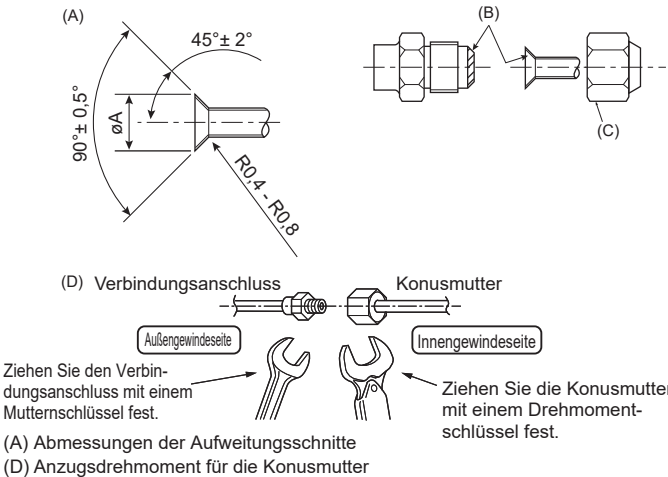

Abb. 4-1
(A) (Abb. 4-1)
(D) (Abb. 4-1)
4.2. Rohranschlüsse (Abb. 4-1)
- Vor dem Anziehen der Konusmutter eine dünne Schicht Kältemittel-Öl auf das Rohr und auf die Oberfläche des Sitzes an der Nahtstelle auftragen. (A)
- Mit 2 Schraubenschlüsseln die Rohrleitungsanschlüsse fest anziehen. (D)
- Tragen Sie Kältemaschinenöl auf die gesamte Konusauflegefläche auf. (B)
- Die Konusmuttern für die nachstehende Rohrgröße verwenden. (C)